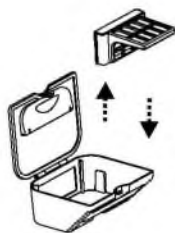

Рис.3
01. Відкрийте верхню кришку пилозбірника, видаліть бруд та інші сміття (Рис.3,4).